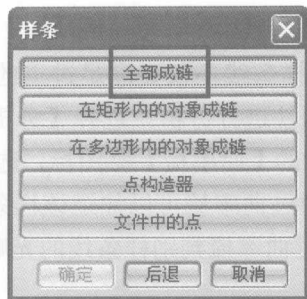

图 1-3
(2) 选择【拟合】选项，弹出如图 1-3 所示选择点类型对话框。